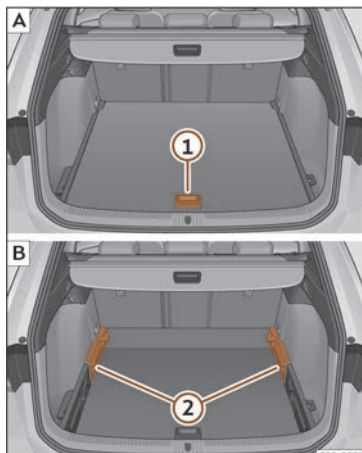

Fig. 187 Plancher du coffre à bagages modulable : **A** position haute ; **B** position basse.
- Pour passer de la position basse en position haute, relevez le plancher avec la poignée >>> **fig. 187 (1)**, tirez-le vers l'arrière jusqu'à ce que la partie avant du plancher dépasse complètement les supports (2).
- Déplacez le plancher vers l'avant sur ces derniers jusqu'à ce qu'il bute contre le dossier de la banquette arrière et ensuite, abaissez le plancher avec la poignée (1).
- Pour passer de la position haute en position basse, relevez le plancher avec la poignée >>> **fig. 187 (1)**, tirez-le vers l'arrière jusqu'à ce que la partie avant du plancher dépasse complètement les supports (2).
- Laissez tomber la partie avant contre le plancher et poussez ce dernier vers l'avant jusqu'à ce qu'il bute contre le dossier de la banquette arrière en abaissant en même temps le plancher avec la poignée ①.
- Lorsque le plancher modulable se trouve en position haute, relevez-le à l'aide de la poignée >>> fig. 187 ①, tirez-le et repoussez-le vers le dossier de la banquette arrière jusqu'à ce qu'il se plie au niveau de la charnière et que sa partie mobile repose contre le dossier.